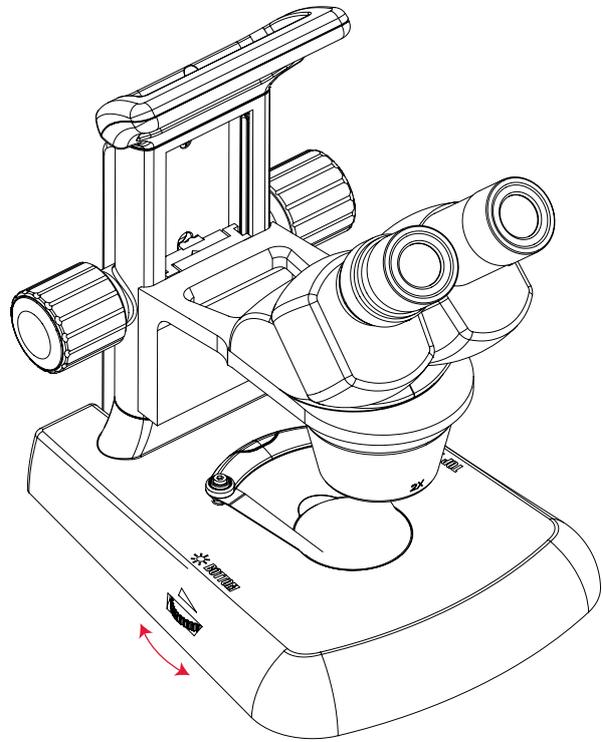

Figure 3b
- Le contrôle de la luminosité de l'éclairage LED transmis se fait à gauche du statif. (Figure 3b)